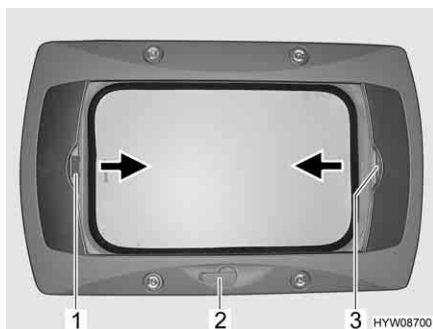

Fig. 50 Oblò a manovella
**Apertura:** ■ Ruotare la manovella (Fig. 50,2) fino a quando non si incontra resistenza.
**Chiusura:** ■ Tirare la tendina oscurante pieghevole per la maniglia (Fig. 50,3) nella direzione della freccia fino alla posizione desiderata e rilasciare. La tendina oscurante pieghevole rimane in questa posizione.
**Chiusura:** ■ Tirare la zanzariera a rullo per la maniglia (Fig. 50,1) nella direzione della freccia verso la maniglia contrapposta della tendina oscurante pieghevole (Fig. 50,3) e farla innestare.
**Apertura:** ■ Tirare la maniglia della zanzariera a rullo (Fig. 50,1) dietro, verso l'alto, e sganciare la zanzariera a rullo dalla tendina oscurante pieghevole (Fig. 50,3).